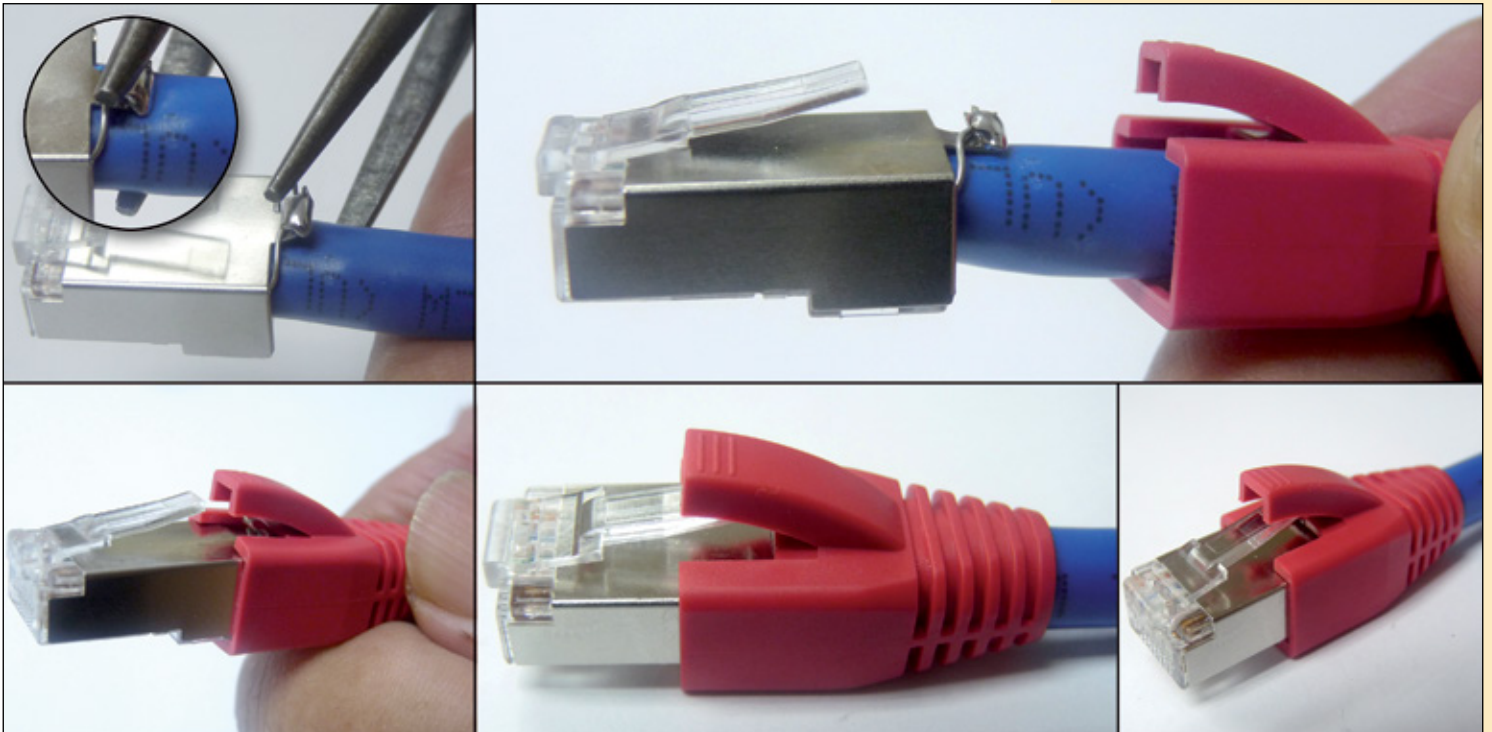

Figura 25
- 20 Con la ayuda de la pinza, apriete la pestaña soldada contra el cable blindado de manera de que pueda pasar por la abertura de la bota, y luego deslice la bota para completar la terminación del cable, tal como se muestra en el grupo de imágenes de la **Figura 25**.